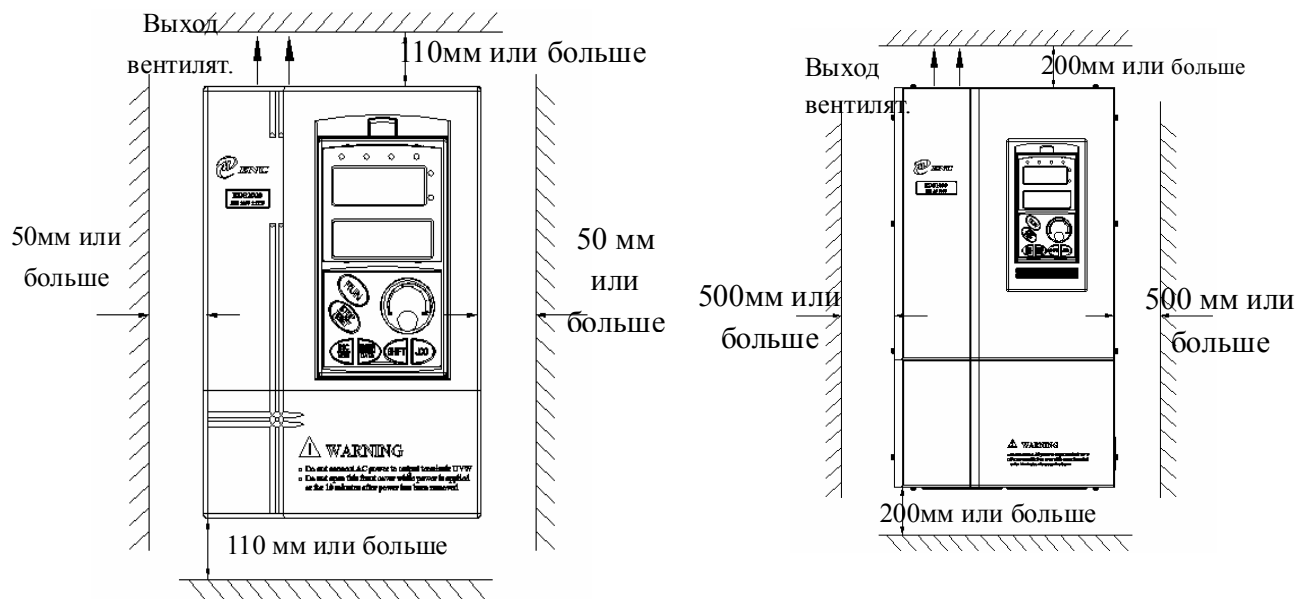

Рис. 3-1 Пространство, необходимое для монтажа
- (1) Как правило, инвертор устанавливается вертикально, горизонтальная установка значительно влияет на рассеяние тепла, и инвертор необходимо использовать с более низким объемом.
- (2) Требования к минимальному пространству и расстоянию, необходимому для установки см. на Рис.3-1.